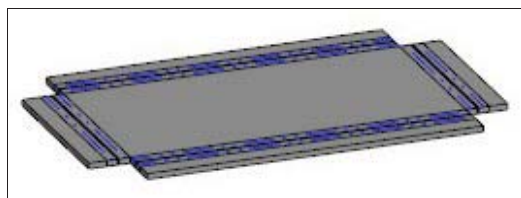

Рис. 29.24. Развертка модели Крышка
- ◆ нажмите кнопку **Создать объект** — система создала развертку крышки (рис. 29.24) с изображением линий сгиба. В правом углу графического поля появился значок **Параметры развертки** , нажав на который можно выйти из режима развертки.